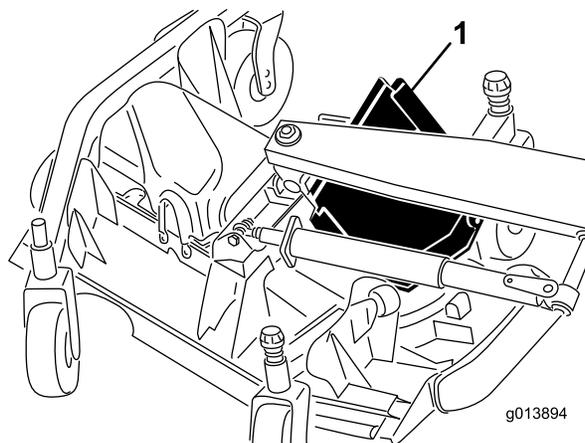

Figura 79
6. Sollevare il bordo anteriore e guidarlo tra il braccio di sollevamento e il rullo per rimuoverlo (Figura 79).